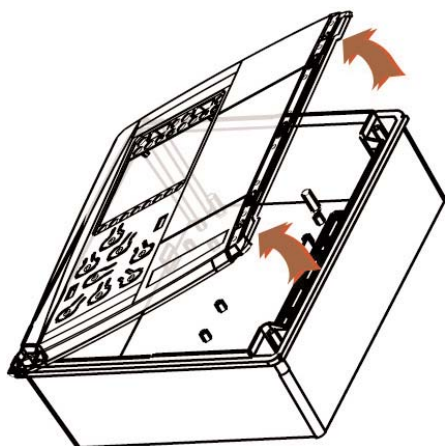

Рис.1
❶ Снимите планку, закрывающую шурупы с правой стороны дверки, для чего несильно нажмите на точки, указанные стрелками на рис. 1. Теперь вывинтите шурупы и откройте дверку.
❹ Закройте дверку и зафиксируйте ее двумя шурупами (поставляются) и установите обратно планку, закрывающую шурупы (снятую в пункте 1 – смотри рис.1).
❺ Дверной выключатель-блокиратор (не поставляется) может устанавливаться в одну из трех позиций: разметка отверстий обозначена на обратной стороне дверки. Каждое из отверстий соответствует разному положению выключателя внутри корпуса.